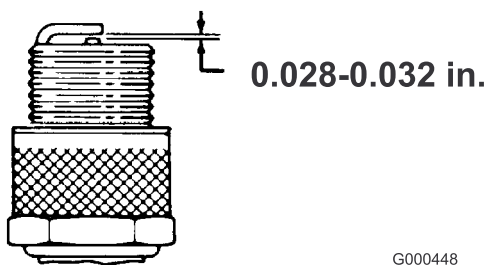

Figura 31
- Ajuste el hueco entre electrodos a 0,7–0,8 mm (Figura 31). Tras ajustar correctamente los electrodos, coloque la bujía y apriétela a 23 Nm.